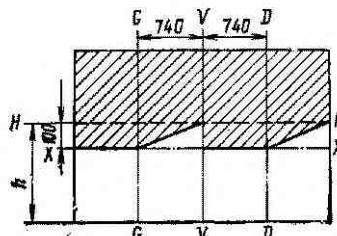

Рис. 42. Разметка экрана для регулировки фар с оптическим элементом ФГ140:
1. Установить ненагруженный автомобиль на расстоянии 5 м от экрана, на котором сделана разметка в соответствии с рис. 42. Ось автомобиля должна быть перпендикулярна экрану.
5. Включить ближний свет и, закрыв одну из фар, отрегулировать другую боковыми и верхними винтами так, чтобы световое пятно располагалось, как показано на рис. 42.